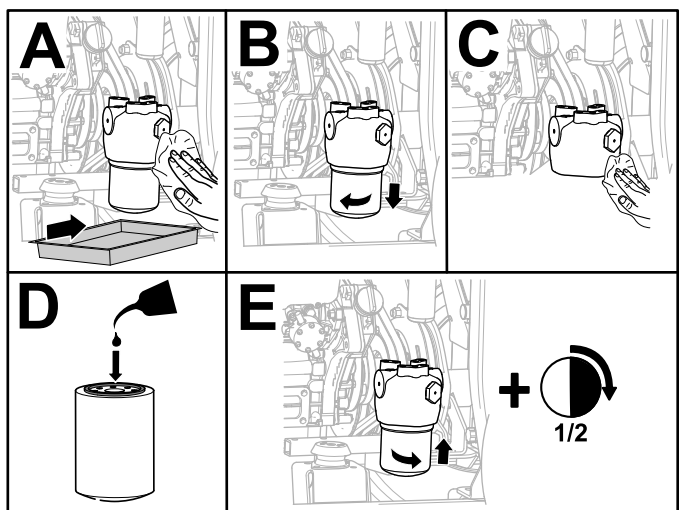

Figura 102
6. Sostituite il filtro idraulico come illustrato nella Figura 102.